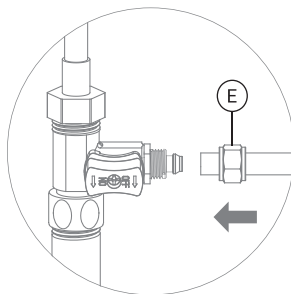
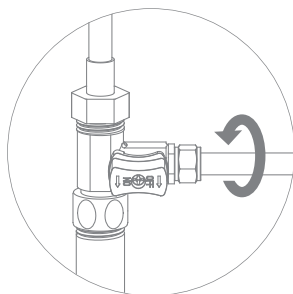

Рис. 7
Рис. 8
9. В гайку (Е) проденьте зеленую трубку 3/8" (рис. 7). Конец трубки наденьте на штуцер адаптер-вентилиа до упора и плотно накрутите гайку (рис. 8).